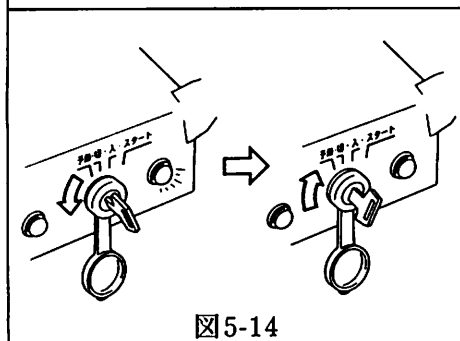

図5-14
7. エンジンスイッチを「予熱」の位置に回します。予熱ランプが点灯し、15秒後にランプが消灯したら、エンジンスイッチを「スタート」の位置に回して、始動させます。(図5-14参照)